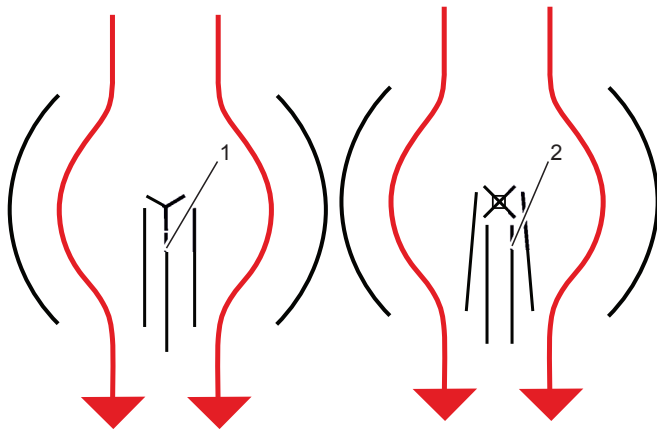

Рис. 50 Положение для аварийного выхода
8. Установить сложенные створки (рис. 50) у выхода, как показано на рис. 50.
- » Карусельную дверь можно использовать в качестве аварийного выхода (рис. 50).